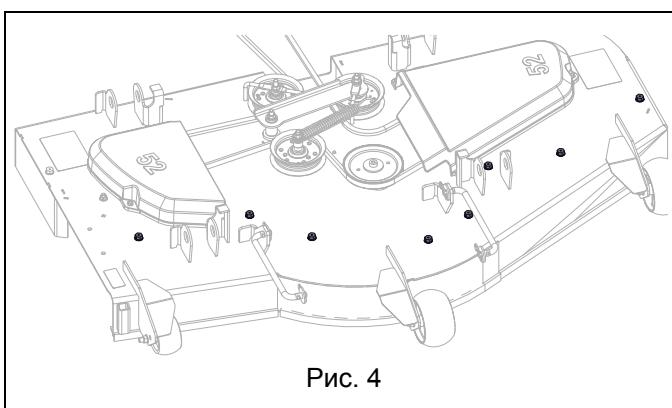

Рис. 4
- Снимите восемь самонарезающих винтов $3/8" \times 1/2"$ с верхней части платформы. Сохраните винты для работы без комплекта для мульчирования. См. Рис. 4.